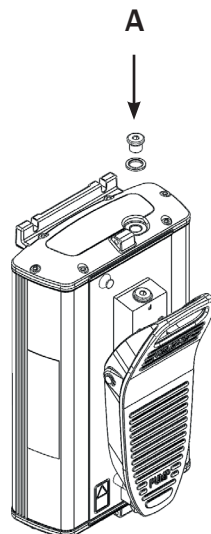

Fig. 5
- Posicione a bomba com o visor de nível para baixo (Fig 5).
- Desenrosque e remova o bujão de abastecimento de óleo (Fig. 5, pos. A).